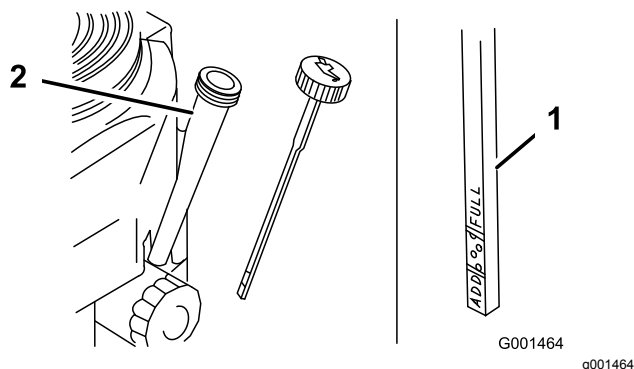

Figure 25
3. Nettoyez la surface autour de la jauge d'huile (Figure 25) pour éviter de faire tomber des
4. Retirez la jauge d'huile et essuyez soigneusement son extrémité (Figure 25).
5. Remettez la jauge au fond du tube de remplissage, mais sans la visser (Figure 25).
10. Versez avec précaution environ 80 % de la quantité d'huile spécifiée dans le goulot de remplissage (Figure 25).